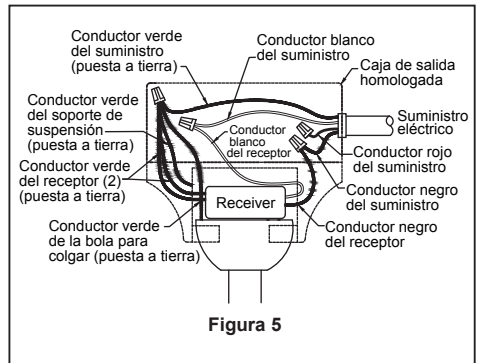

Figura 5
5. Pase los cables a través de la cubierta de unión del motor, la cubierta para el tornillo y el capuchón. (Figura 5)
4. Una vez realizadas las conexiones, los cables deben ser colocados de forma extendida poniendo el conductor de la toma de tierra y el conductor de toma de tierra del equipo a un lado de la caja, colocando el conductor sin toma de tierra en el otro lado de la caja. gire los conductores hacia arriba y, con cuidado, colóquelos dentro de la caja de salida; con los conductores blancos y verdes hacia un lado y los conductores negros hacia el otro. (Figura 5)
5. Asegure el vidrio en la ensamble de kit de luz girándolo en el sentido de las agujas del reloj. Gire el vidrio gradualmente **hasta que encaje en la ensamble de kit de luz.** Sin apretar demasiado. (Figura 5)
5. Para configurar el código del mando a distancia a las mismas posiciones que en el receptor. Mueva los interruptores de código hasta colocar el código de selección en la posición arriba o abajo. Con un destornillador pequeño o con una lapicera (no se incluye) deslice firmemente hacia arriba o hacia abajo. (Figura 5)